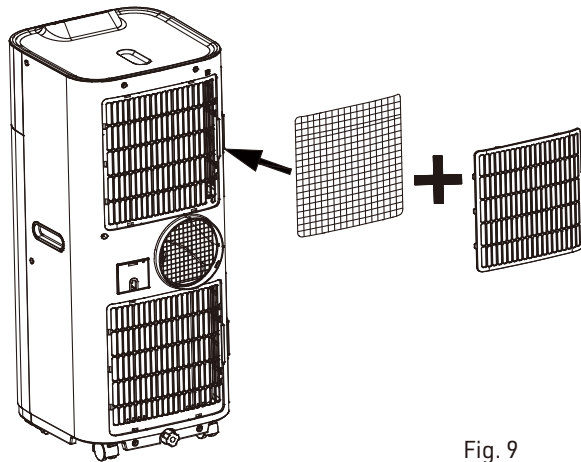

Fig. 9
**Filtre** (représenté Fig. 9):